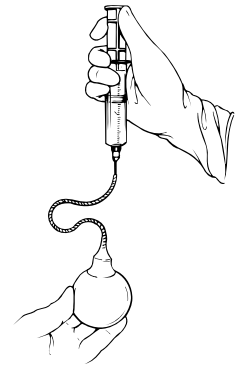

Figure 4-10.
2. En tenant le réservoir, attachez une aiguille de calibre 15 et une seringue de 60 cc partiellement remplie de solution saline normale et stérile au réservoir (**Figure 4-10**).